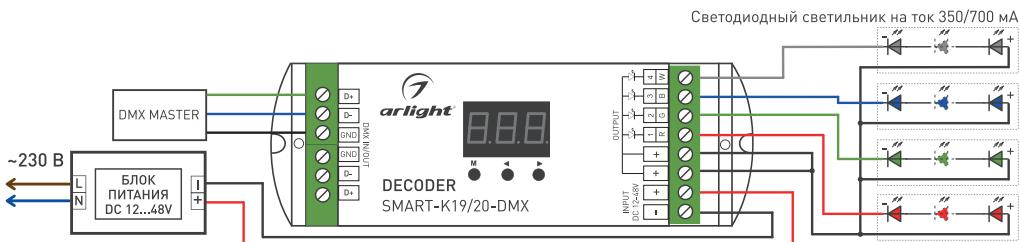

Рисунок 1. Схема подключения декодера.
- 3.3. Согласно схеме [см. Рисунок 1] подключите светодиоды или другой совместимый светодиодный источник света к выходу OUTPUT декодера. К входу DMX INPUT подключите источник DMX-сигнала. К входу INPUT 12-48 В подключите блок питания. Соблюдайте полярность и порядок подключения проводов к клеммам.